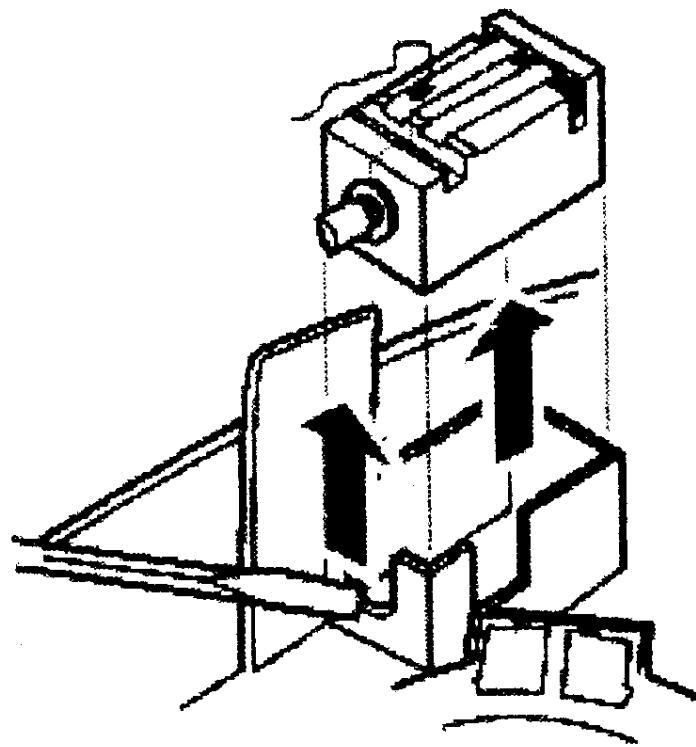

图11 振动电动机的拆卸
13. 在轴和平衡物下给予适当压力, 可将振动电动机拆下(见图11)。